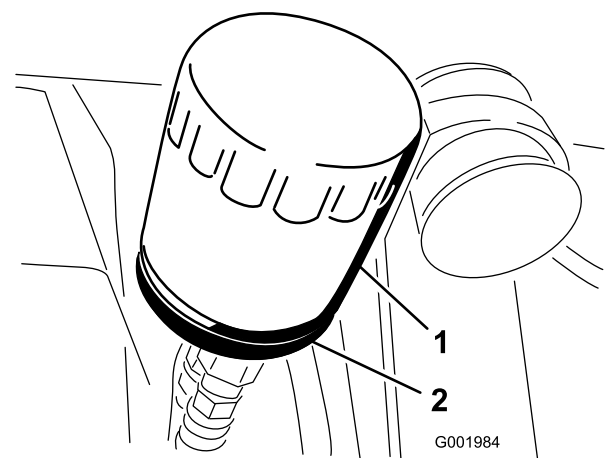

Bild 51
2. Entfernen Sie den Ölfilter (Bild 51).
- Setzen Sie den Ersatzölfilter auf den Anbaustutzen auf. Drehen Sie den Ölfilter nach rechts, bis die Gummidichtung den Anbaustutzen berührt. Ziehen Sie ihn dann um eine weitere 1/2 Umdrehung fester (Bild 51).